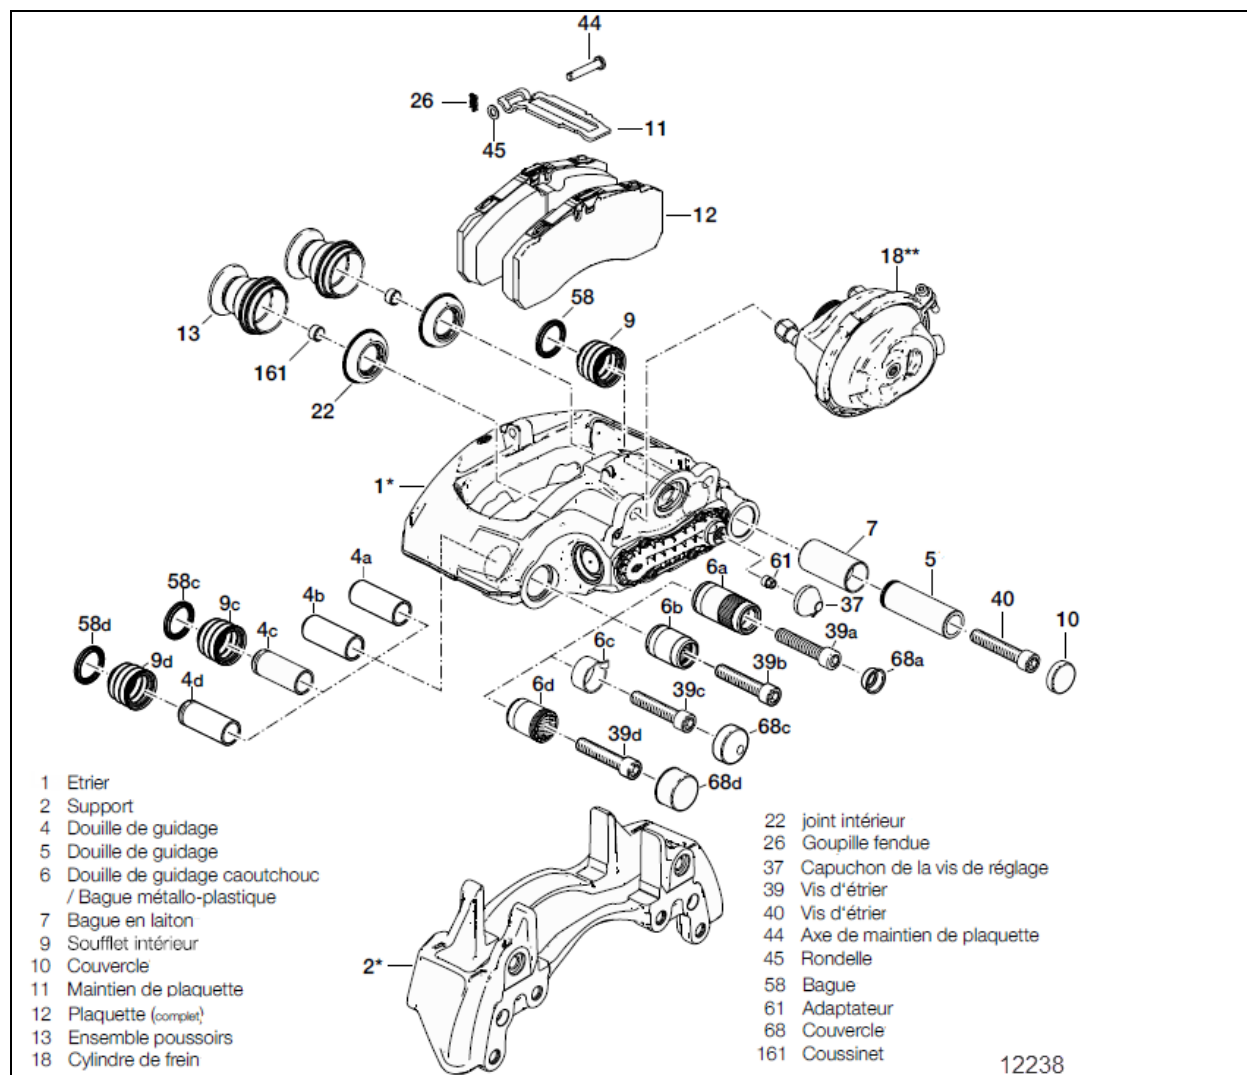

FIGURE 22: COMPOSANTS DE FREIN
plage de déplacement. Si l'étrier présente les signes suivants, remplacer le manchon de guidage (6c, Figure 22), la goupille de guidage, la vis (39) et le capuchon.
En outre, examiner les ensembles poussoir et soufflet (13, Figure 22), le capuchon du dispositif de rattrapage (37) et les éléments d'étanchéité (9, 58) en s'assurant que tout est en place et en bon état incluant le palier d'étrier dans la zone de bague de caoutchouc/manchon de guidage (6) (voir le manuel Knorr-Bremse Y006471).